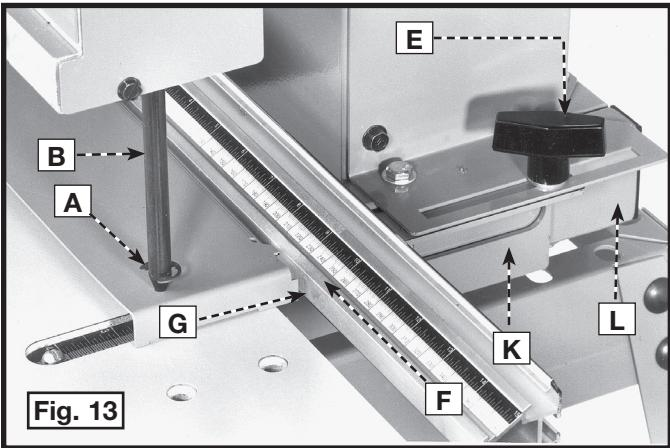

Fig. 13
4. Alors que les boulons index (B), fig. 13, sont insérés dans les trous du gabarit (A), desserrez les manettes de verrouillage de la table (l'une étant illustrée par (E)). Déplacez la table jusqu'à ce que l'avant du guide (F) soit à approximativement 0,8 mm (1/32 po) du gabarit au point (G) à chaque extrémité du gabarit. Resserrez les manettes de verrouillage de table (E).
5. Utilisez un petit étau en C (non fourni) pour arrimer le dispositif de fixation de table (K), fig. 13, au cadre de la machine (L) sur un point entre les deux glissières pour éviter tout mouvement. Arrimez le dispositif de fixation de table à l'autre extrémité de la machine, au cadre de celle-ci de la même manière.